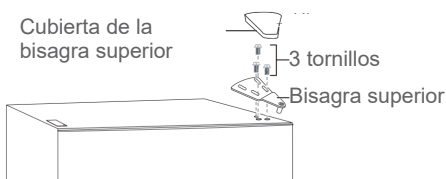

Imagen 3
1. Quite la cubierta de la bisagra superior, a continuación, quite la bisagra superior después de quitar los tres tornillos (→ imagen 3).